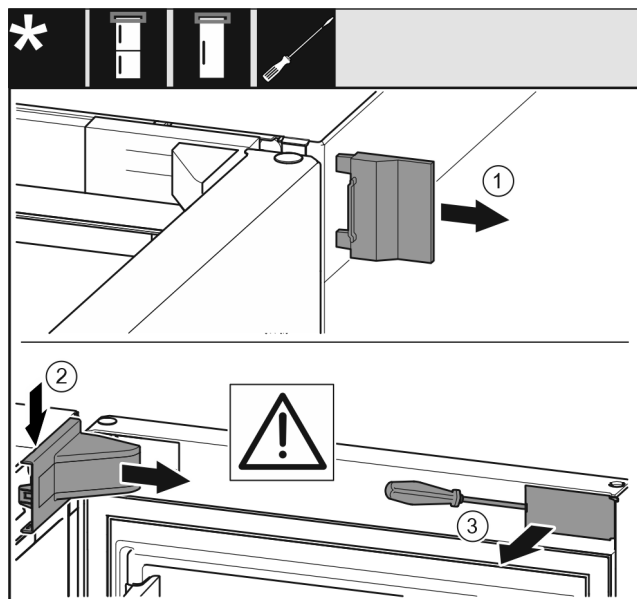

Fig. 11
- ▶ Zdjąć zewnętrzną osłonę. Fig. 11 (1)
- ▶ Wyczepić i poluzować osłonę płytki zawiasu. Zdjąć osłonę płytki zawiasu. Fig. 11 (2)
- ▶ Przy pomocy śrubokręta wyczepić zaślepkę i odchylić w bok. Fig. 11 (3)